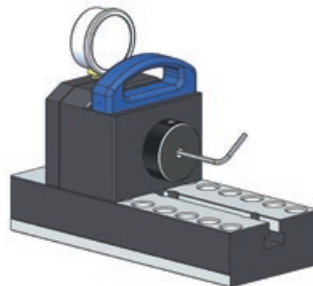

Figure 11
6. Desserrez et retirez les vis du couvercle du boîtier (figure 11).